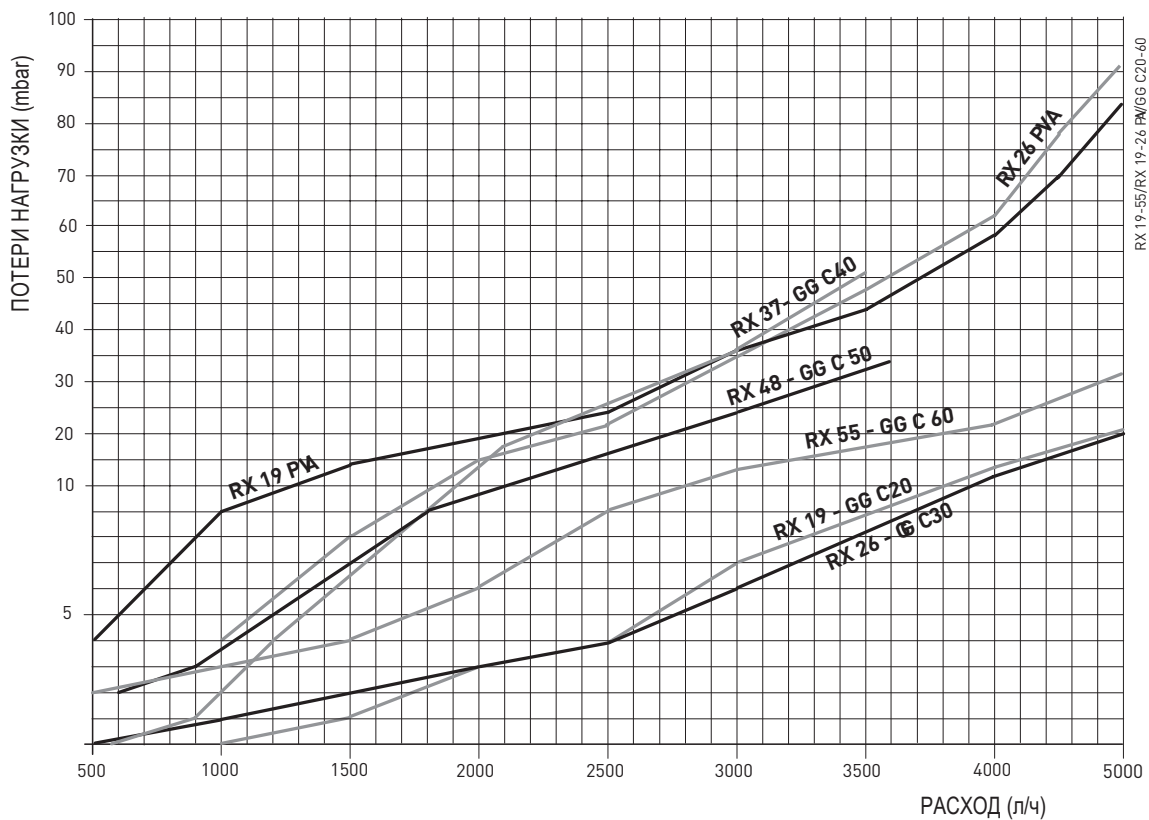

Рис. 3
1.5 ПОТЕРЯ ДАВЛЕНИЯ В КОТЛЕ (Рис. 3)
2.1 ПОМЕЩЕНИЕ КОТЕЛЬНОЙ И ВЕНТИЛЯЦИЯ (Рис. 3)
Модели “RX 37-48-55 E” с мощностью более 35 кватт должны размещаться в техническом помещении, имеющем определенные размеры и отвечающем требованиям в соответствии с Законом DM. 12/04/96 № 74 “Об утверждении правил техники безопасности для предотвращения пожаров при проектировании, строительстве и эксплуатации термических устройств, работающих на газовом топливе”. Высота помещения, где устанавливается котлоагрегат, должна соответствовать размерам, приведенным на рис. 3. Кроме того, для притока воздуха в помещение необходимо сделать во внешних стенах воздухоудвки, поверхность которых, рассчитанная в соответствии с п.4.1.2 этого же DM. норматива, ни в коем случае не должна быть меньше 3000 см^2 , а в случае использования газа с плотностью больше 0,8 меньше 5000 см^2 .